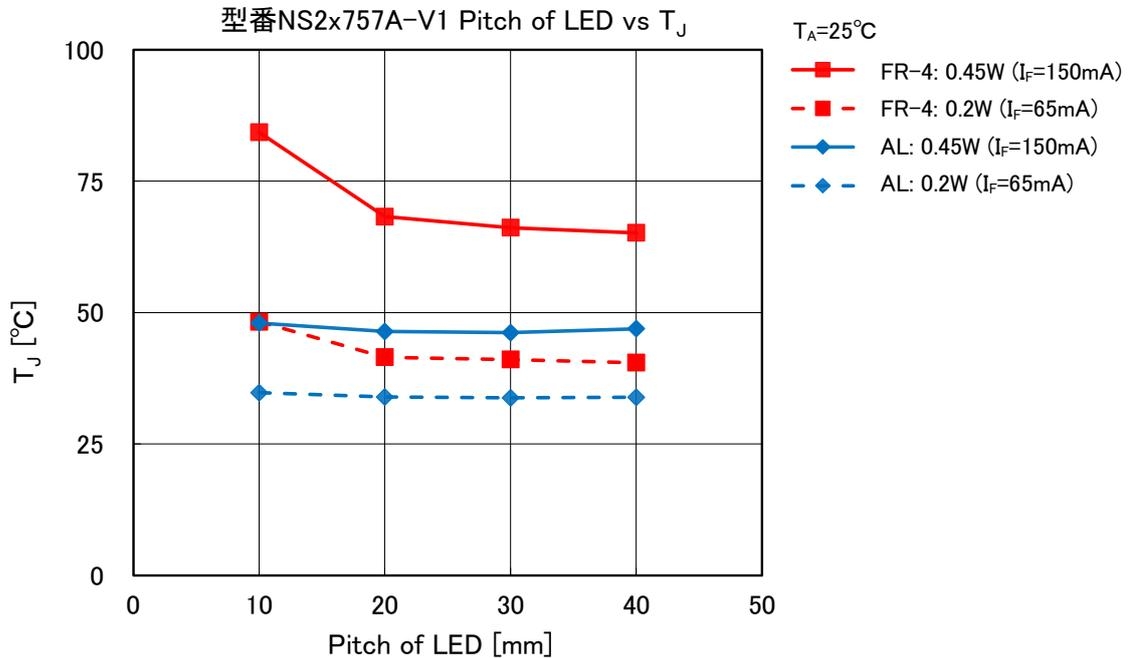

図 4. 型番 NS2x757A-V1 評価結果
0.2W($I_F=65\text{mA}$)と 0.45W($I_F=150\text{mA}$)における LED 実装ピッチと中心 LED の T_J の関係を図 4 に示します。FR-4 において、0.2W では 10mm 以上、0.45W では 20mm 以上のピッチを設けることで相互影響は小さくなります。また、アルミ基板では 10mm ピッチでも相互影響は小さく、狭ピッチでの配置が可能です。